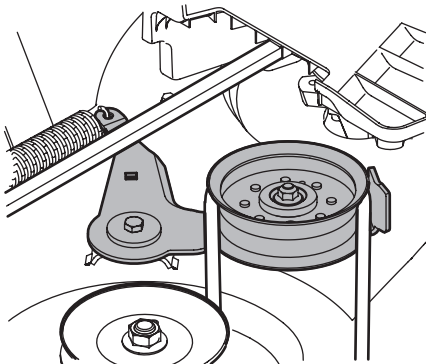

Figure 4-12
8. De la droite du tracteur, insérez une clé à cliquet de 3/8 po sur la droite du tracteur, réglée pour serrer, dans le trou carré sur le support de la poulie de tension. Voir la Figure 4-12
9. Pivotez la clé vers l'avant pour faire avancer la poulie de transmission du plateau de coupe, Voir la Figure 4-12.